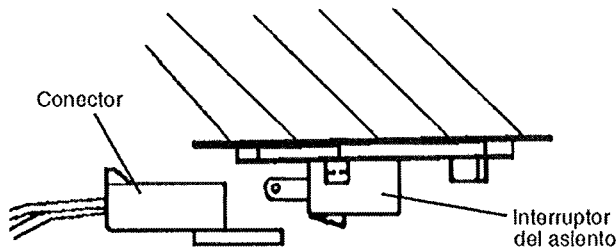

FIGURA 7
- Enchufe el conector del interruptor del asiento en el interruptor localizado en la parte inferior del asiento. Asegúrese de que el conector se enlace al cuerpo del interruptor (vea la Figura 7).